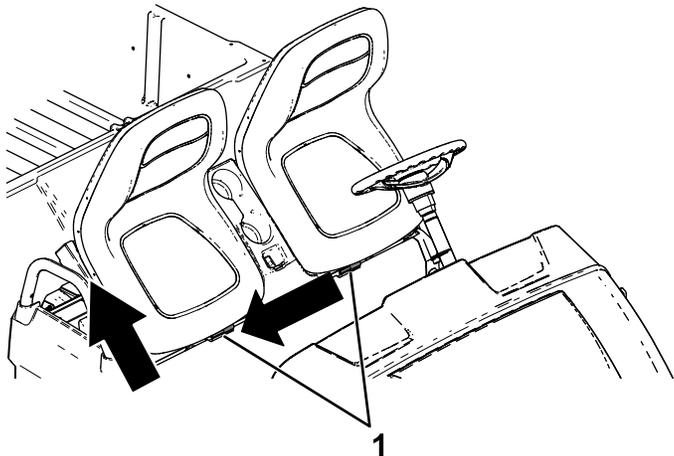

Рисунок 28
2. Сдвиньте сиденье в сборе в сторону, чтобы снять его со штифтов, и поднимите сиденье в сборе вверх (Рисунок 28).